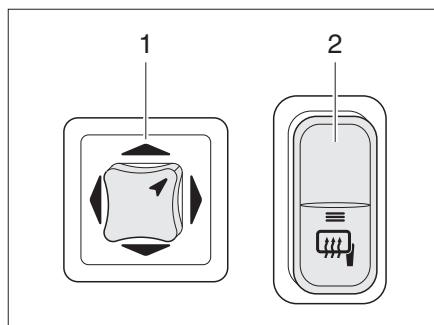

Fig. 28 Interruttore per gli specchietti esterni a regolazione elettrica e riscaldamento degli specchietti
- Selezionare lo specchietto da impostare. A tal fine premere l'interruttore girevole (Fig. 28,1) verso sinistra oppure verso destra.
- Premendo l'interruttore (Fig. 28,1) regolare lo specchietto nella posizione corrispondente.